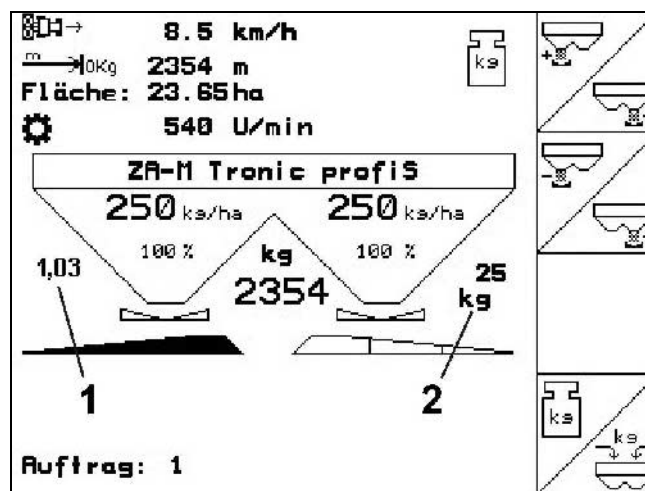

Fig. 40
Kalibreringsverdien (Fig. 40/1) beregnes kontinuerlig på nytt ved hjelp av Online-veiing og den teoretisk utlagte mengden. Den nødvendige spjeldstillingen tilpasses online.
- Momentan kalibreringsfaktor (Fig. 40/1).
- Utlagt mengde siden siste Online-kalibrering (Fig. 40/2).
under kjøring  (visningen Fig. 40/2 forsvinner). Spredningen fortsetter med siste kalibreringsfaktor.